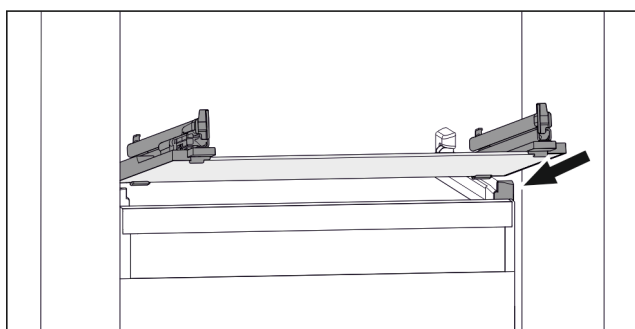

Fig. 74 Reprezentare exemplificativă a plăcii de sticlă
- ▶ Așezați placa de sticlă oblic în spatele opritoarelor. (vezi Fig. 74)